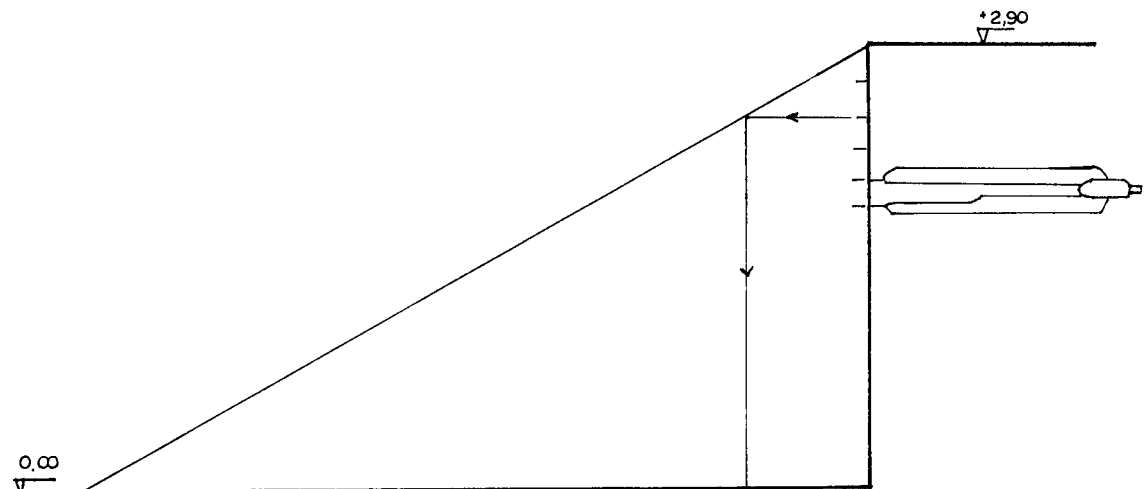

Figura 12.10 - Desenho da escada
- Com auxílio de um compasso, transportar os valores dos espelhos para o desenho (Figura 12.10).